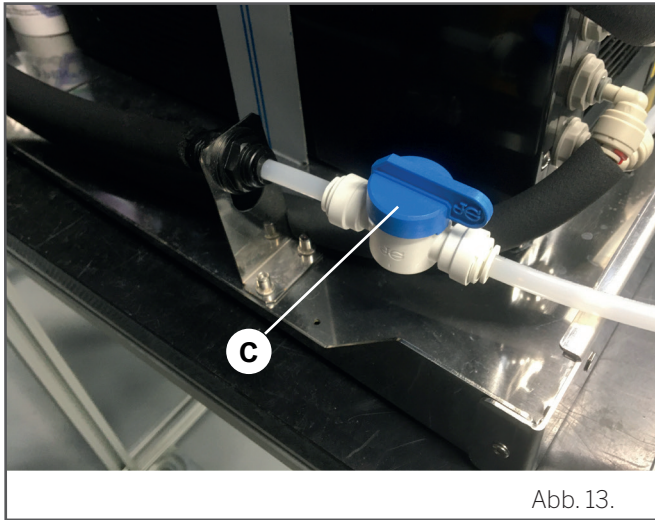

Abb. 13.
- 2 Sicherstellen, dass der Absperrhahn „C“ bereits an der mitgelieferten Leitung angebracht ist. Sollte dies nicht der Fall sein, muss er installiert werden, siehe dazu Abb. 13.